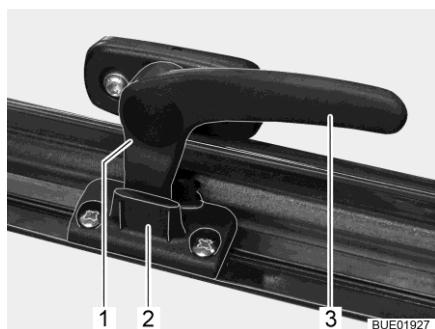

Fig. 16 Levier de verrouillage en position "Aération permanente"
- En position "Aération permanente" (Fig. 16)
- Tourner le levier de verrouillage (Fig. 16,3) d'un quart de tour vers le centre de la fenêtre.
- Tourner le levier de verrouillage d'un quart de tour vers le cadre de la fenêtre. Le tenon de verrouillage (Fig. 16,1) doit pénétrer alors dans le logement prévu à cet effet dans le verrouillage de fenêtre (Fig. 16,2).